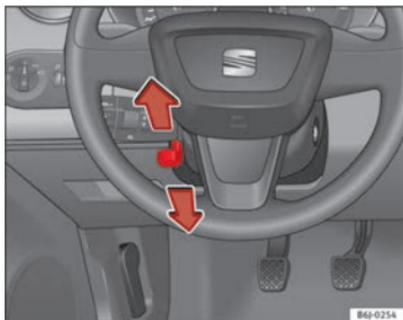

Fig. 96 Ajuste de altura del volante
- Tire hacia abajo de la palanca ⇒ fig. 96 situada debajo de la columna de dirección ⇒ ⚠.
- Ajuste el volante hasta alcanzar la posición deseada ⇒ fig. 96.
- Ajuste el asiento del conductor o el volante de modo que quede una distancia mínima de 25 cm entre el volante y el tórax ⇒ fig. 96. ¡Si no respeta la distancia mínima, el airbag no le protegerá adecuadamente y corre peligro de muerte!